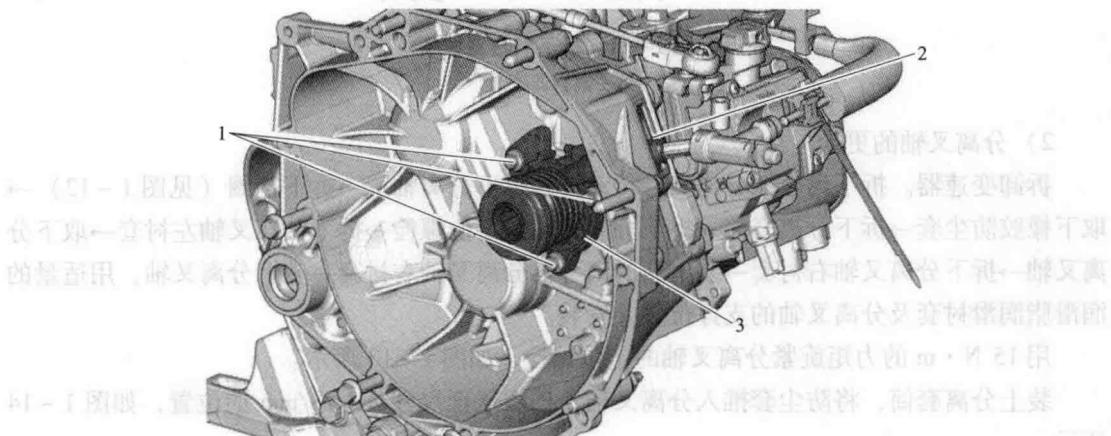

图1-10 拆卸液压制动装置
- (1) 拆下变速器。
- (2) 如图1-10所示，拆下卡箍2，断开液压管，用一个塞子堵住液压管。
- (3) 拆下3个螺栓1，取下液压离合器止动块3。